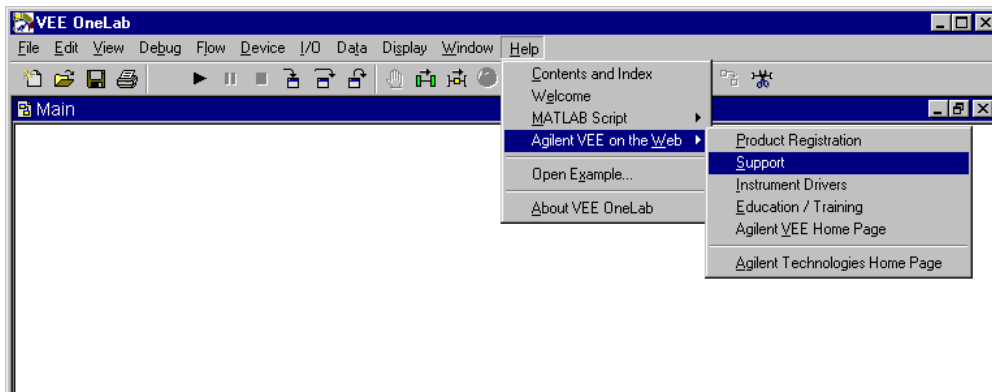

図 I-4. VEE の [Help] メニューから製品サポートを利用
- 最新サポート情報: ネットワークに接続した状態で、VEE で [Help] ⇒ [Agilent VEE on the Web] ⇒ [Support] をクリックします。図 I-4 は、VEE での [Support] メニューの選択方法を示します。また Web ブラウザでは、<http://www.agilent.com/find/vee> に接続して、[Support] をクリックします。